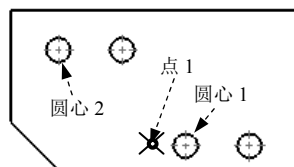

图 9.4.24 选取剖切线
Step4. 然后选取如图 9.4.24 所示的圆心 1，在系统弹出的快捷菜单中单击  按钮，在图 9.4.24 所示的点 1 处单击，在圆心 2 处单击，单击  按钮。